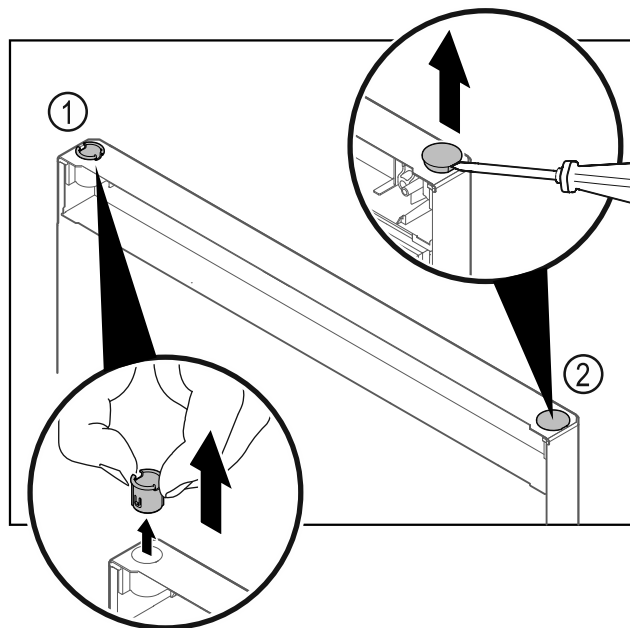

Fig. 23
- Húzza ki az ujjával a csuklópánt-perselyt Fig. 23 (1).
- A fedődugót Fig. 23 (2) egy csavarhúzóval óvatosan emelje meg és húzza ki.